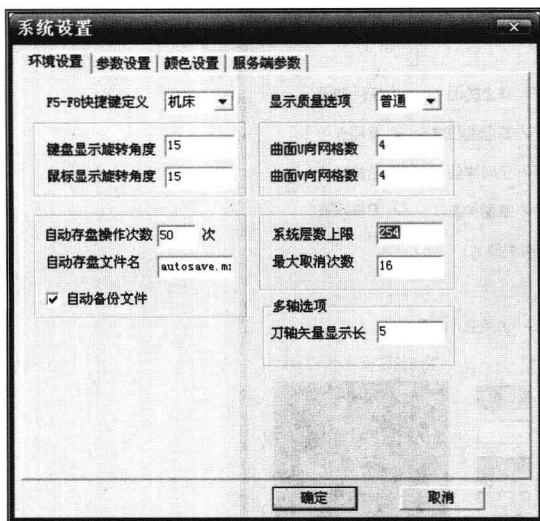

图 1-5 环境设置
① 功能。设置 F5~F8 快捷键定义（国标或机床）、设置键盘显示旋转角度、鼠标显示旋转角度、曲面 U 向网格数、曲面 V 向网格数、自动存盘操作次数、自动存盘文件名、系统层数上限和最大取消次数。
② 操作。单击【设置】下拉菜单中的【系统设置】，弹出【系统设置】对话框（图 1-5）。可以直接修改环境参数。